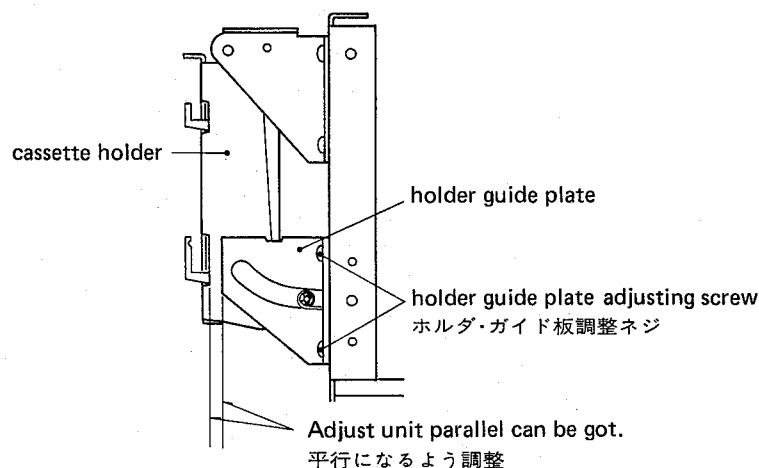

Fig. 4-9
1. Adjust the holder guide plate's mounting position so that when the cassette holder in which the cassette tape is inserted is closed, the parallel condition shown in fig. 4-9 is obtained.
1. カセットがそう入されたカセット・ホルダを閉じて、図4-9に示す平行状態が得られるようにホルダ・ガイド板の取付位置を調整する。